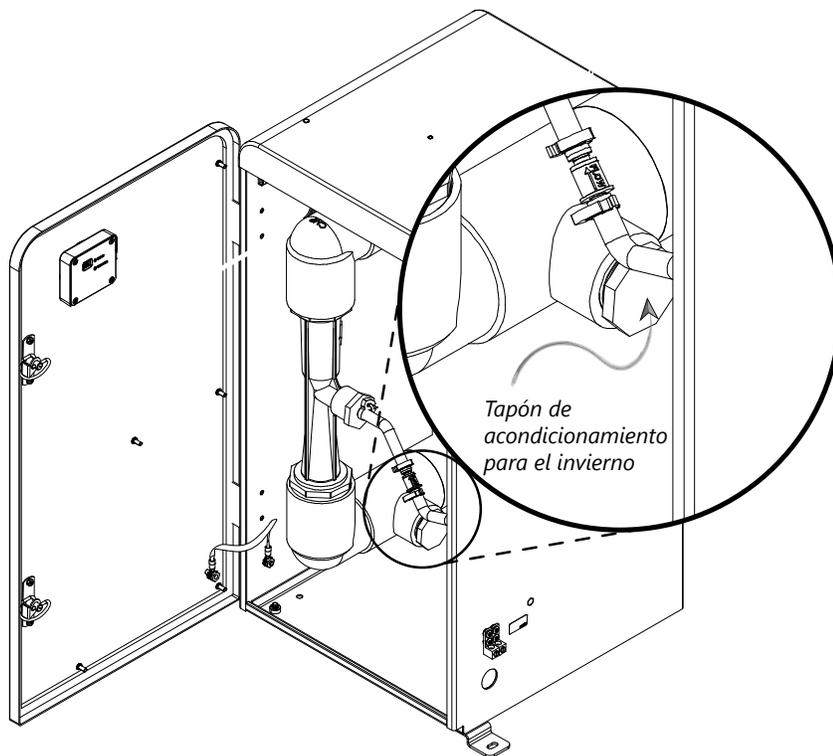

Figura 9: Ubicación del tapón de acondicionamiento para el invierno
3. Ubique el tapón de drenaje NPT de 1" (consulte la figura 9) y retírelo para drenar el agua restante.